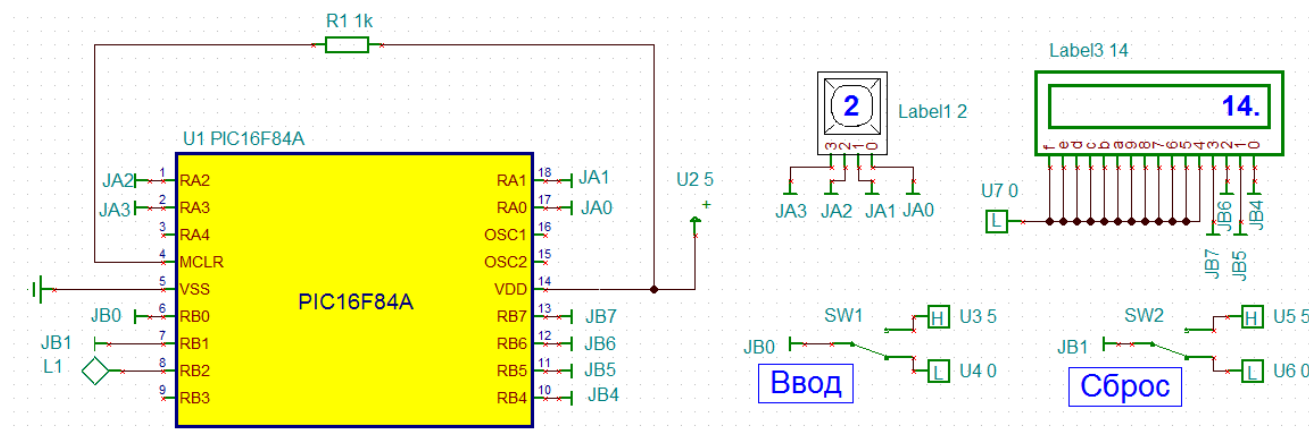

Рис. 5.9. Схема модели РПЗУ
1. Собрать схему модели РПЗУ (рис. 5.9) из лабораторной работы №8. Сохранить схему в папке TI-LAB9. Напомним, как работает схема. На клавиатуре надо набирать последовательность заданных для бригады трех чисел и вводить эти числа в память ОЗУ по сигналу прерываний на входе RB0/INT.